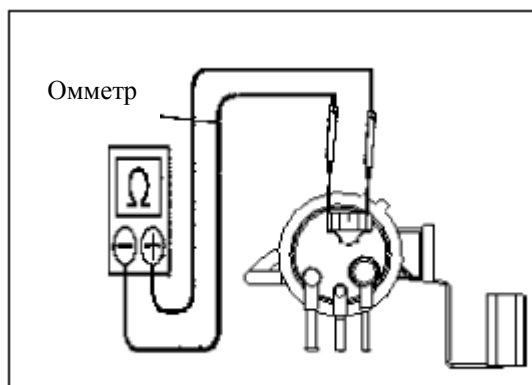

Рис. 44
(1) Проверьте сопротивление топливного насоса. Оно должно быть 0.2~3.0 Ом при 20°C. Если сопротивление не соответствует норме, замените топливный насос (см. Рисунок 44).
(2) Работа топливного насоса